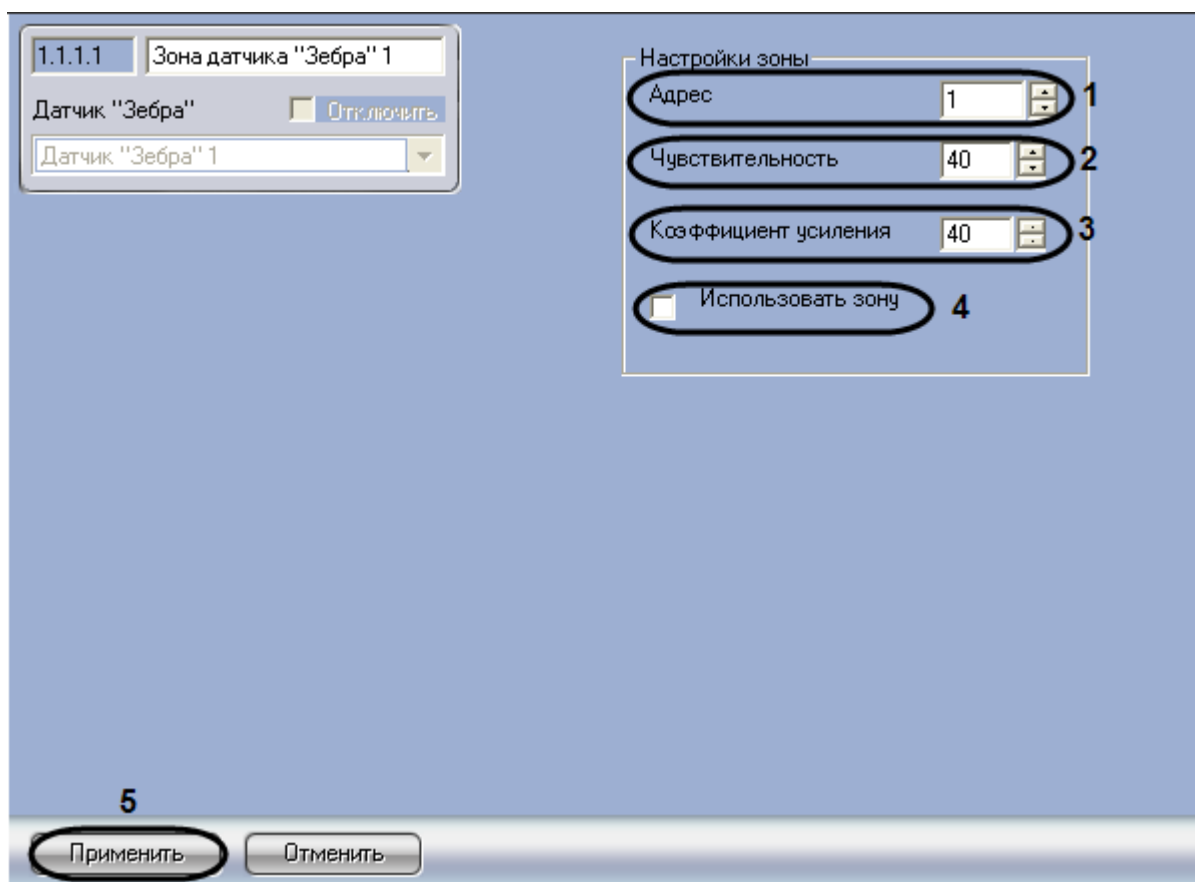

Рис. 3.5—4 Настройка зоны датчика «Зебра»
2. В поле **Адрес** ввести с помощью кнопок **вверх-вниз** аппаратный адрес зоны (см. Рис. 3.5—4, 1).
3. В поле **Чувствительность** ввести с помощью кнопок **вверх-вниз** значение параметра *Чувствительность* (см. Рис. 3.5—4, **2**).